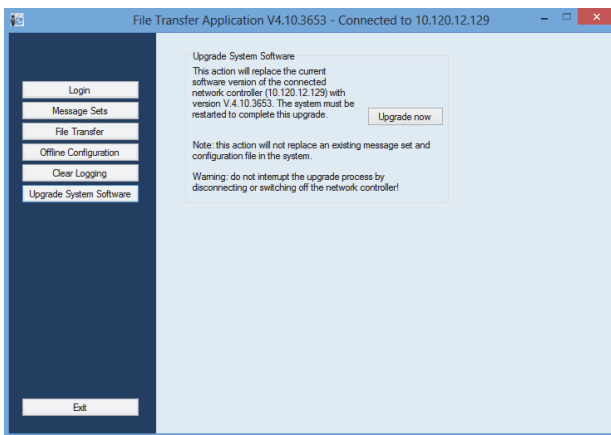

abbildung 37.5: File Transfer Bildschirm
- 1 Klicken Sie auf die Schaltfläche *Upgrade system software*. Es wird ein Bildschirm angezeigt, der dem in abbildung 37.5 ähnelt.